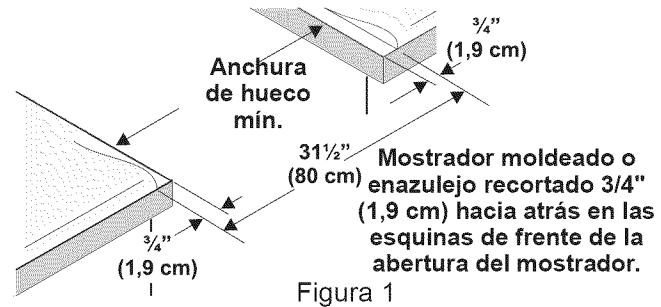

Figura 1
- Los mostradores enazulejos deberán necesitar un recorte de 3/4" (1,9 cm) a partir de cada extremidad y/o un borde redondeado aplanado (Figura 1).
- El reborde de frente de mostradores moldeados deben tener bordes moldeados a 3/4" (1,9 cm) a partir de cada extremidad de la apertura (Figura 1).